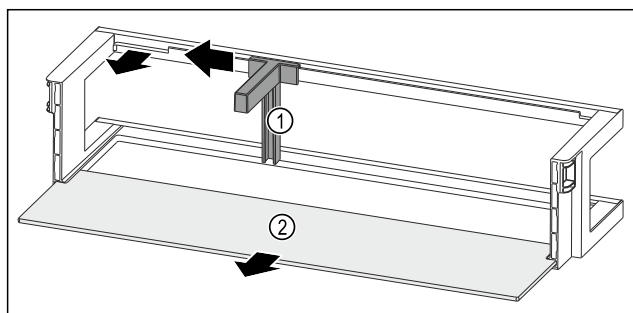

Fig. 276 Dörrfack med flaskhållare och hylla
- Skjut flaskhållaren Fig. 276 (1) åt sidan ända till ursparingen.
- Ta ut flaskhållaren Fig. 276 (1).
- Ta ut hyllan Fig. 276 (2).